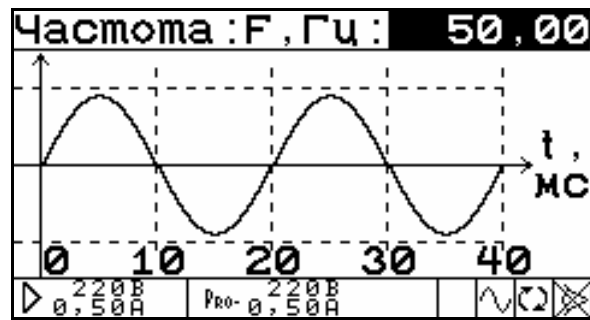

Рис. 4.8. Окно задания частоты сигнала
-  — слежение за частотой питающей сети отключено (частота выходных сигналов равна заданной в окне «Частота» (рис. 4.8)).
В окне режима «Частота» (рис. 4.8) задается значение основной частоты (частоты первой гармоники) генерируемой трехфазной системы напряжений и токов при отключенном режиме синхронизации с питающей сетью (⊗). При включенном режиме синхронизации с питающей сетью (⊞) частота выходных сигналов определяется частотой питающей сети и значение частоты, введенное в данном окне, не принимается к исполнению.